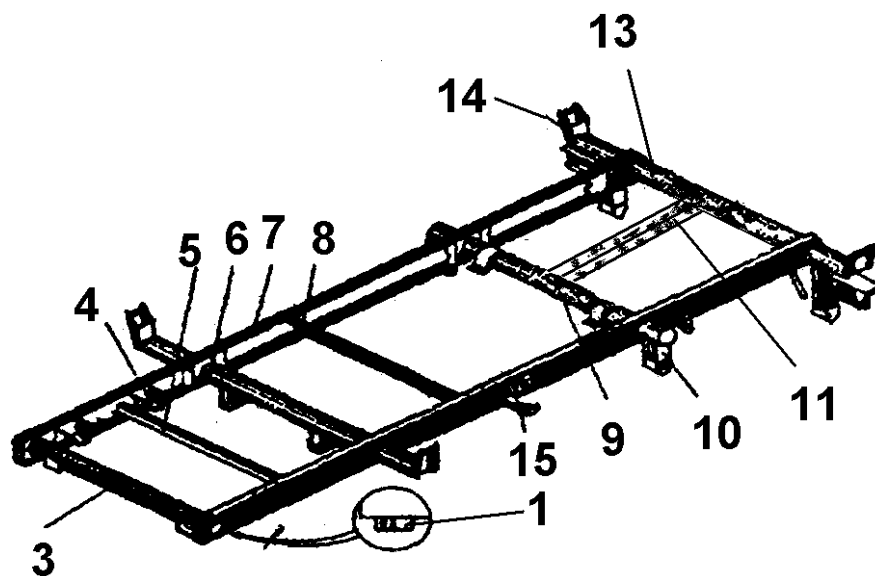

Рис.3 Рама.
4.2 Рама (рис. 3). Рама сварная состоит из двух лонжеронов швеллерной формы, соединенных между собой поперечинами.